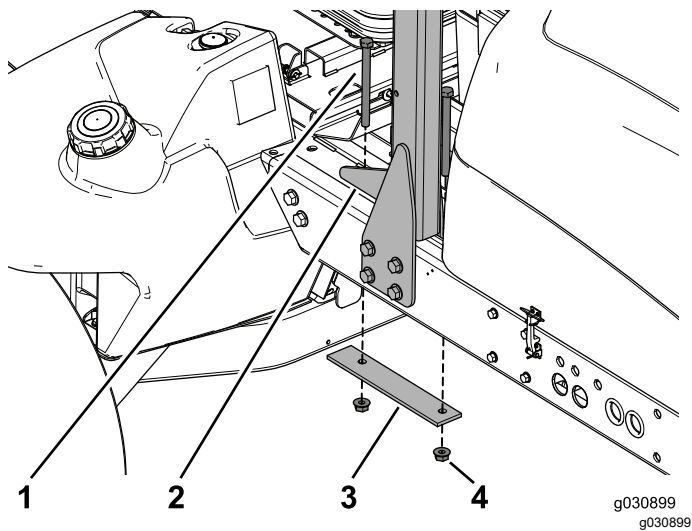

图 4
3. 拆下并保留将翻车保护杆固定到机架顶部的 2 个螺栓、加强板和 2 个凸缘螺母 图 4。